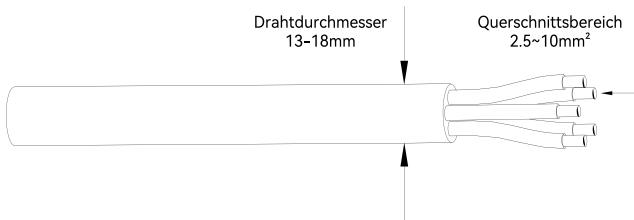

Abbildung 5-4
② Wählen Sie gemäß Abbildung 5-4 ein geeignetes Kabel aus, ziehen Sie die Isolationshülse des AC-Kabels für 50mm ab und ziehen Sie das Ende der 3L /PE/N-Drähte für 8mm ab.